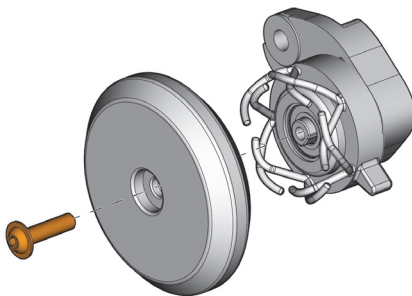

Figura 5-15 Vite della ruotina dell'encoder dell'indice
1. Mantenere in posizione la ruotina dell'encoder per evitarne la rotazione e rimuovere la vite (vedi Figura 5-15 a pagina 90).